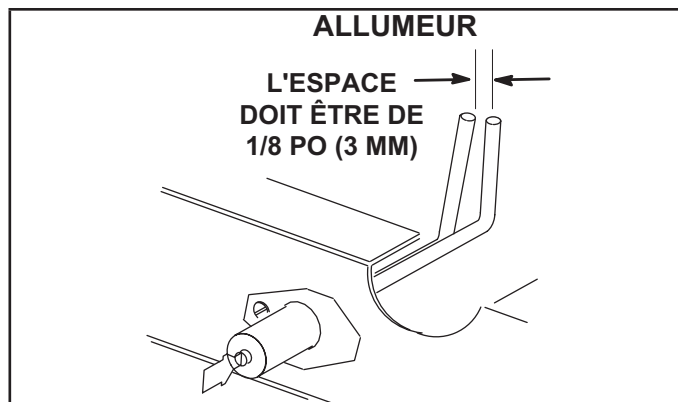

FIGURE 47
- 4 - Localisez l'allumeur sous les brûleurs de gauche. Vérifiez l'écartement des contacts à l'aide de mèches hélicoïdales ou de jauges d'épaisseur de la taille appropriée. Reportez-vous à la FIGURE 47.